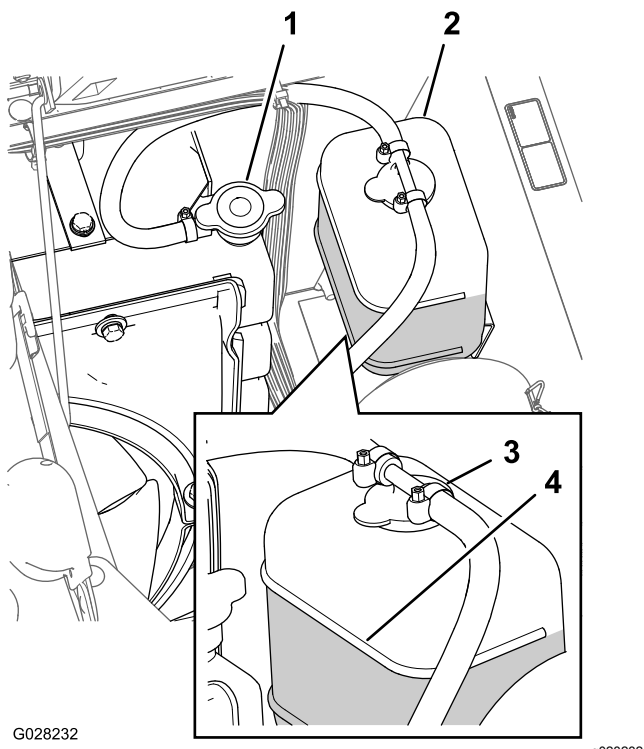

図 20
3. ラジエーターのキャップを注意深く開ける (図 20)
注 ラジエターは補給口の首の上部まで、補助タンクはFULLマークまでであれば適正です 図 20。
5. 不足であれば補助タンクとラジエター本体に補給するラジエターは首の部分まで、タンクはFULLマークまで入れる 図 20。
6. ラジエターと補助タンクのキャップを閉める 図 20。